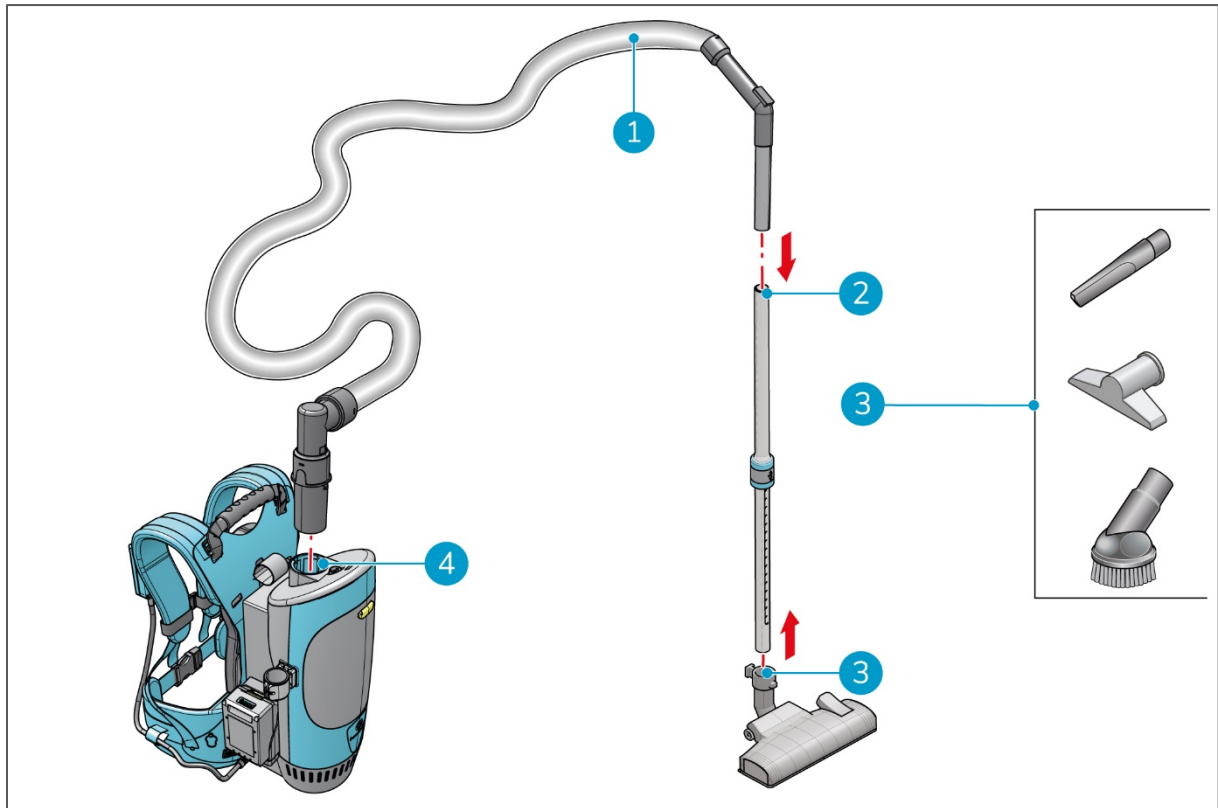

Figura 7
1. Insira a mangueira (Figura 7, posição 1) no corpo do i-move 2.5B® (Figura 7, posição 4) e no tubo rígido (Figura 7, posição 2).
2. Encaixe a ferramenta desejada (Figura 7, posição 3) na extremidade estreita do tubo rígido.